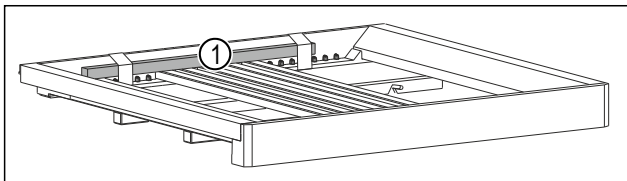

Fig. 7\*
- ▶ Снимите деревянную рейку Fig. 7 [1].\*